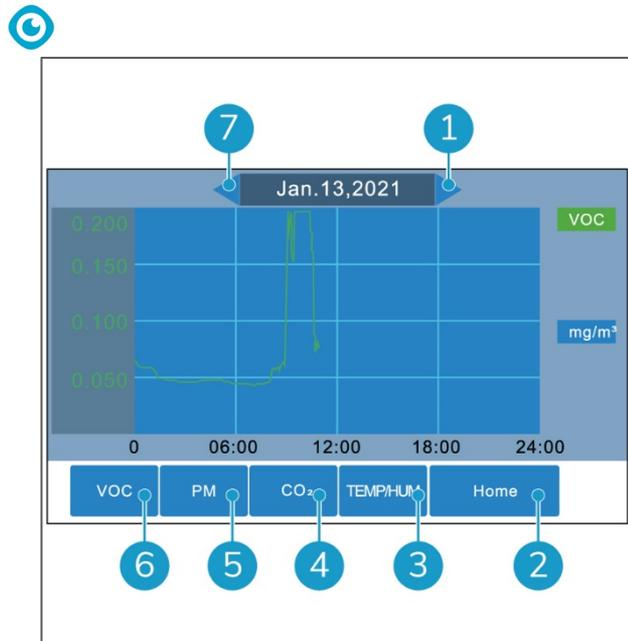

Figura 19
2. Si apre la panoramica della cronologia (Figura 19).
4. Utilizza il pulsante precedente (Figura 19, pos 7) e il pulsante successivo (Figura 19, pos 1) per controllare le letture dei giorni passati. Puoi tornare indietro fino a 5 giorni.
5. Utilizza il pulsante TEMP/HUM (Figura 19, pos 3), il pulsante CO2 (Figura 19, pos 4), il pulsante PM (Figura 19, pos 5) e il pulsante COV (Figura 19, pos 6) per passare da uno all'altro
6. Tocca il tasto Home (Figura 19, pos 2) per tornare alla schermata principale.